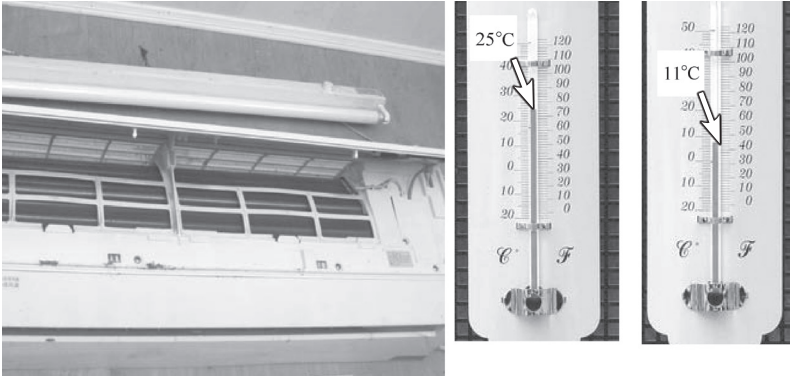

图 5-25 检测运行时出风口温度及室内温度
2) 进行数据测量，运行 20min 后，室内温度 25℃，吹风口温度 11℃，如图 5-25 所示，温度差大于 9℃。